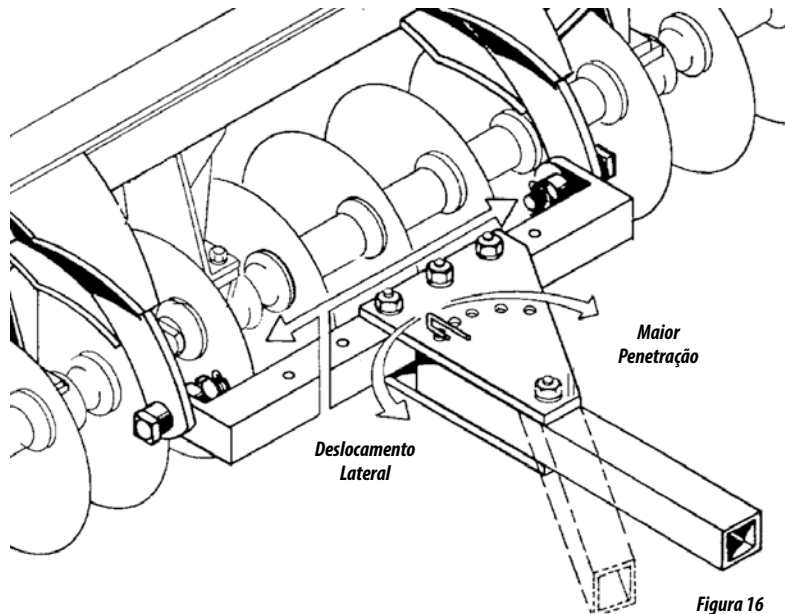

Figura 16
- 06 - Este deslocamento deve ser feito quando a grade não estiver dando um perfeito acabamento, isto é, deixando rastro do trator. A grade deve trabalhar centralizada com a linha de tração do trator. Para tal, desloque as placas superiores e inferiores do cabeçalho para a direita ou para esquerda, conforme figura 16.